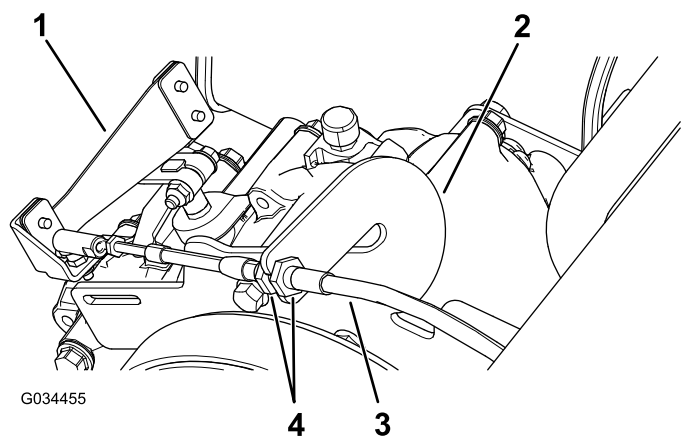

Figure 49
1. Desserrez les écrous de blocage sur le câble de sélection et ajustez-les selon les besoins (Figure 49).
- Vérifiez la position de l'inverseur de marche en tournant le levier aux 3 positions différentes et vérifiez que le levier (Figure 49) passe aux différentes positions correctement ; voir Réglage de la position point mort de l'inverseur de marche (page 47).